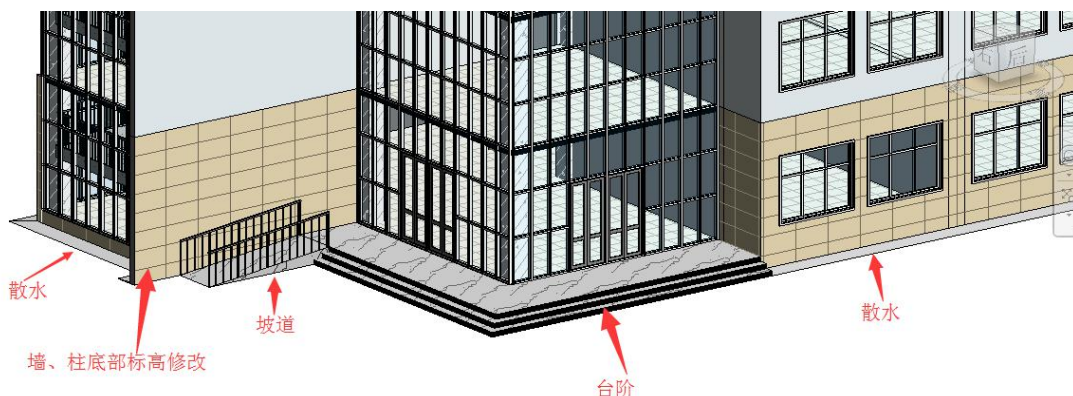

图 9-1 台阶、坡道、散水
**案例：**按照图 9-1 创建台阶、坡道，修改一层墙柱底部标高，创建散水